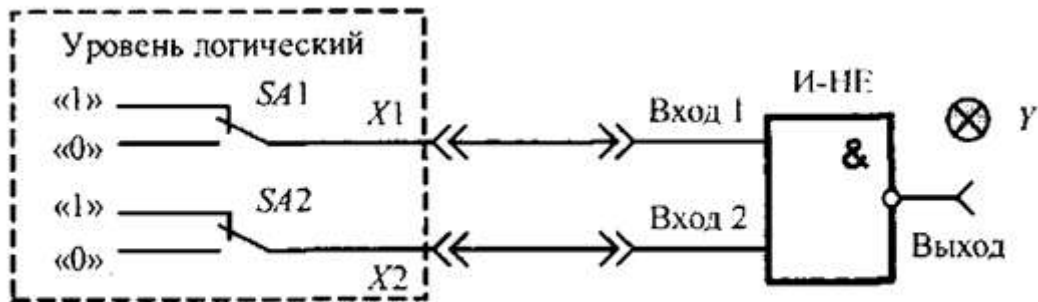

Рис. 1. Схема соединений для исследования логического элемента И-НЕ
1) Составить таблицу истинности логического элемента «И-НЕ». Для этого собрать схему (рис. 1), подключив выходы гнезд «Уровень логический» к соответствующим входам логического элемента «И-НЕ». Включить тумблер «Питание». Задавая различные комбинации входных логических сигналов (X_1 , X_2) тумблерами SA_1 и SA_2 , фиксировать по светодиоду выходной сигнал Y логического элемента. Составить таблицу истинности исследуемого элемента. Результаты занести в табл. 1. Выключить тумблер «Питание»;